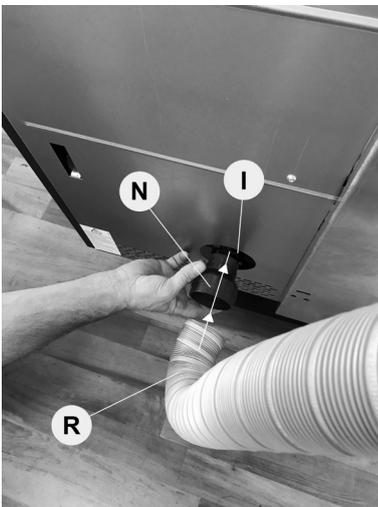
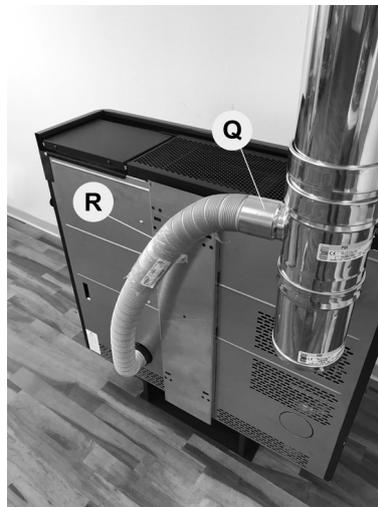
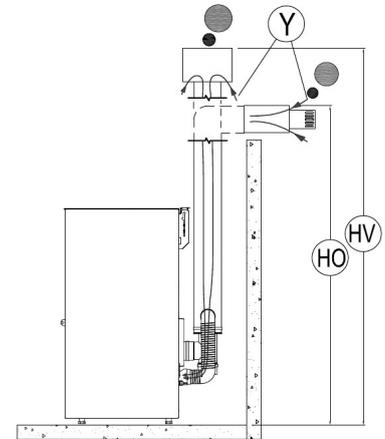

Fig. 13 - Flexibler Schlauch
Fig. 14 - Anschlüsse
Fig. 15 - Anschlüsse Rauchabzugsrohr
- Anschlussstück N auf das Lufteinlassrohr I setzen (siehe **Fig. 13** und **Fig. 14**). N mit Q unter Verwendung eines flexiblen Schlauchs mit einer Temperaturbeständigkeit von 100°C (empfohlen ein flexibler Aluminiumschlauch) verbinden.
- Max. zulässige Höhe bei Rauchabzugsrohr mit vertikalem Abzug (Dach) HV = 6m (siehe **Fig. 15**).
- Max. zulässige Höhe bei Rauchabzugsrohr mit horizontalem Abzug (Wand) HO = 2,6 m (siehe **Fig. 15**).
LEGENDE Fig. 13 - Fig. 14 - Fig. 15